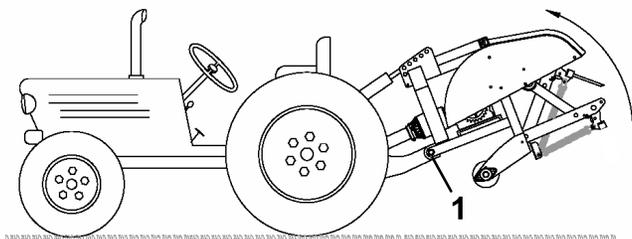

图23
**注意：** 为防止过度升高，应将牵引车提升臂接入提升支架（如配备）的顶孔（图23）。PTO 轴的最大角度是 35°。